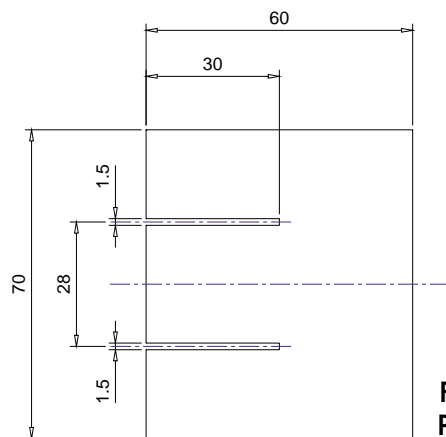
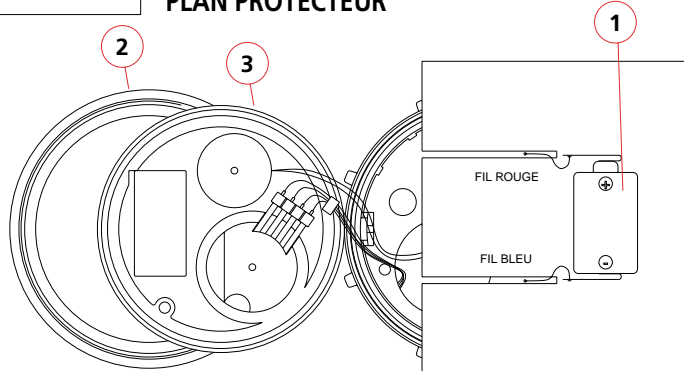

Fig.4
Fig.6
5. Afin de protéger l'appareil confectionner un protecteur en carton suivant les cotes de la figure 4. Faire passer les fils de la pile dans les fentes du protecteur et dessolder la pile usagée (voir figure 5).
6. Étamer les languettes de la nouvelle pile (1) loin de l'appareil afin d'éviter les projections de flux de soudure sur les surfaces d'étanchéité.
7. Replier les languettes de la pile puis la placer devant les fils en positionnant le fil rouge devant la borne plus (+) et le fil bleu devant la borne moins (-) (figure 6). Solder en premier le fil rouge sur la borne plus (+) et le fil bleu sur la borne moins (-). Faire très attention au boîtier avec le fer à souder.